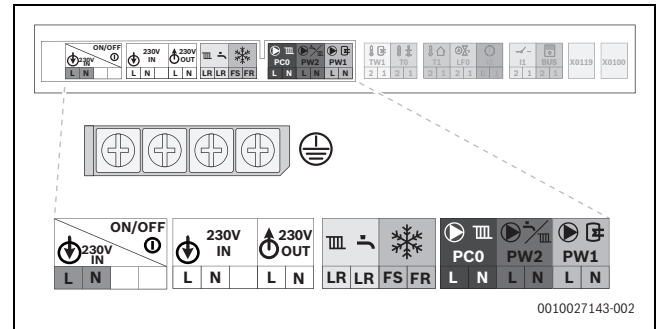
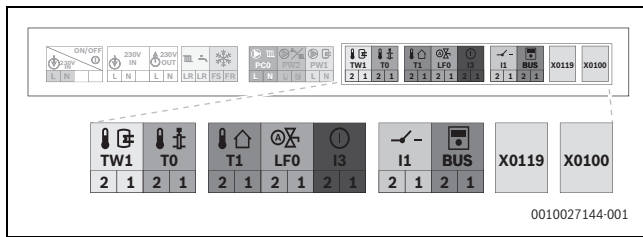

Bild 96 Netzspannungsbereich: Klemmleiste
Bild 97 Niederspannungsbereich: Klemmleiste
- ▶ Kabel an der Klemmleiste für externes Zubehör (→ Bild 96 und Bild 97) anschließen.